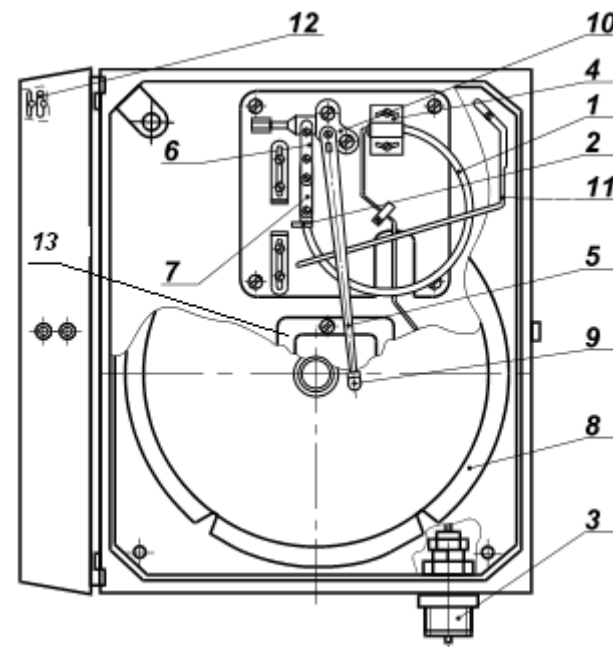

Рис. 1. Конструкция манометра.
- 3.1. Основными сборочными единицами манометров является пружина Бурдона, передаточный механизм, самопишущая часть, привод диаграммного диска. Конструкция манометра показана на рис. 1.